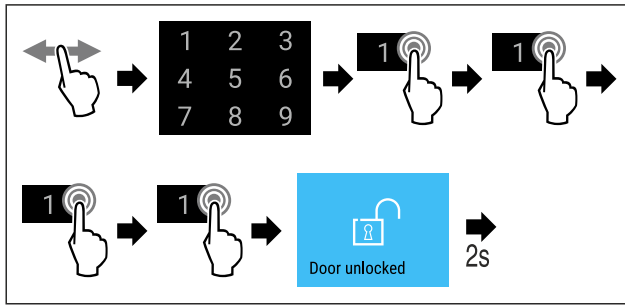

Fig. 77 Blokiranje vrata šifrom 1 1 1 1.
- ▶ Obavite korake postupka (pogledajte Fig. 77).